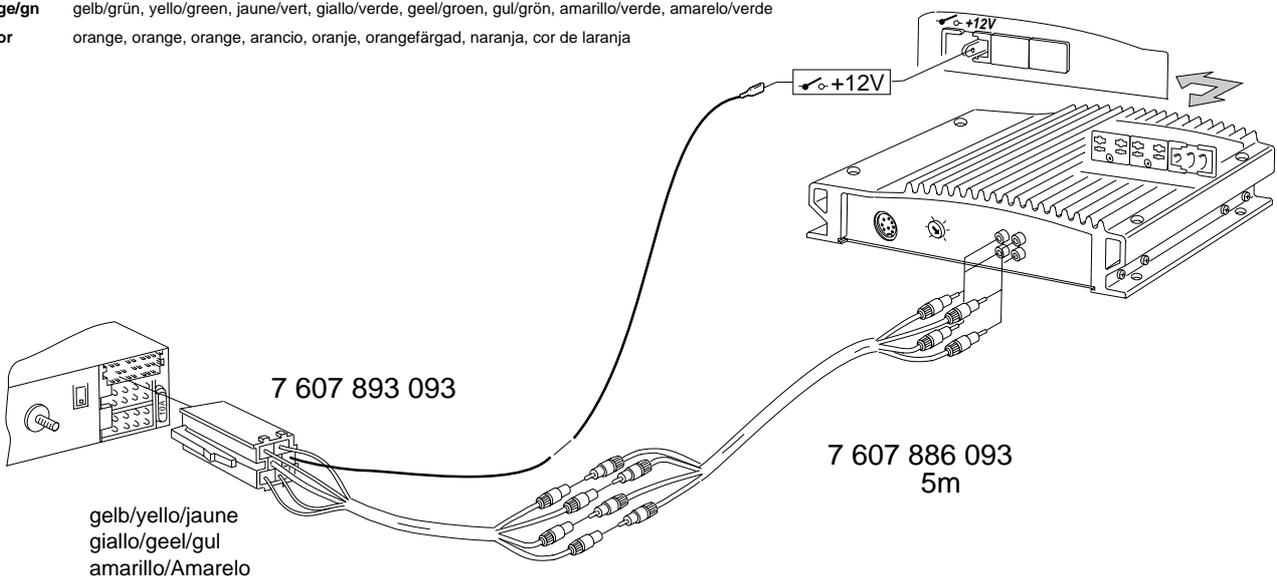

Fig.6
- Equalizer- oder Amplifieranschluß, (CINCH) Fig. 6